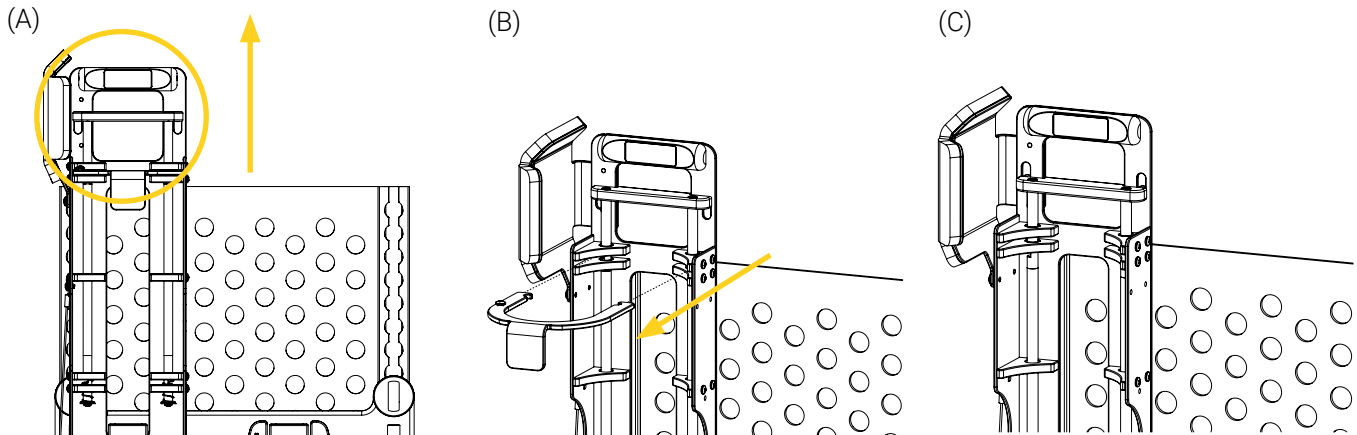

Figure 6: Retrait de l'attache en forme de U
2. Tirer et maintenir la poignée de tirage à déclenchement rapide pour désactiver le mécanisme de verrouillage (Figure 6 A), et retirer l'attache en forme de U (Figure 6 B), puis relâcher la poignée de tirage à déclenchement rapide (Figure 6 C).